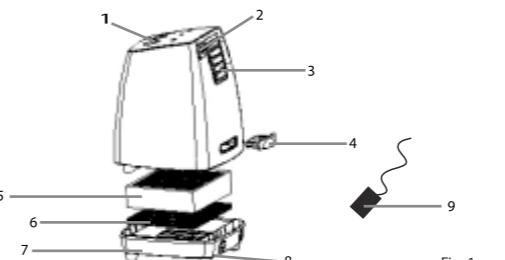

Fig. 1.
4. DESCRIPTION OF AIR PURIFIER (Fig. 1)